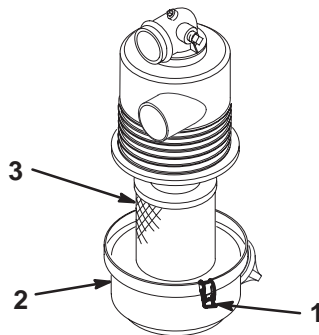

Bild 27
3. Lösen Sie die Laschen, mit denen der Deckel am Luftfilterkörper abgesichert wird. Trennen Sie den Deckel vom Körper ab. Reinigen Sie die Innenseite des Luftfilterdeckels (Bild 27).
4. Schieben Sie den Filter vorsichtig aus dem Körper heraus, um das Losrütteln von Staub zu minimieren (Bild 27). Vermeiden Sie ein Anstoßen des Filters am Filterkörper.